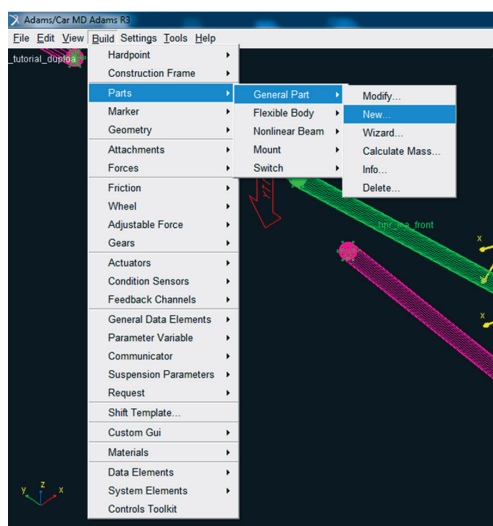

Figura 5.53 – Janela correspondente à construção do *General Part* “Uprighth”.
- Acesse o menu *Build* → *Parts* → *General Part* → *New*, conforme ilustra a Figura 5.53.